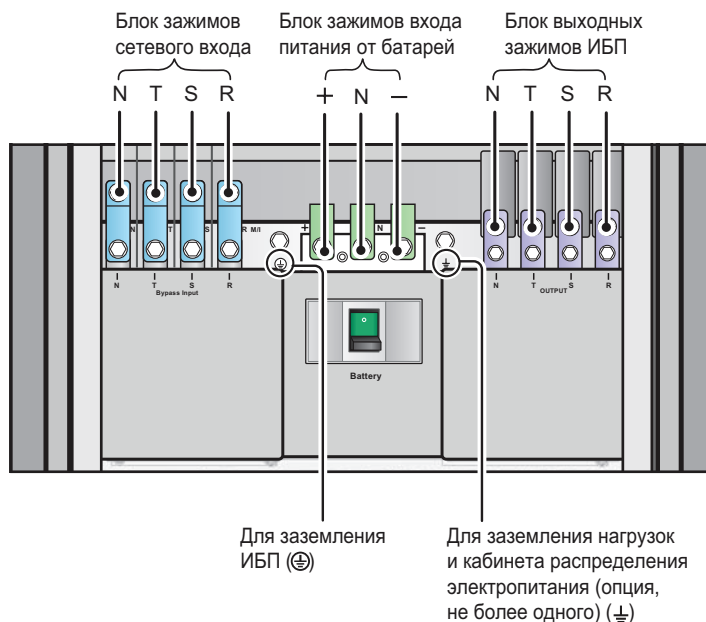
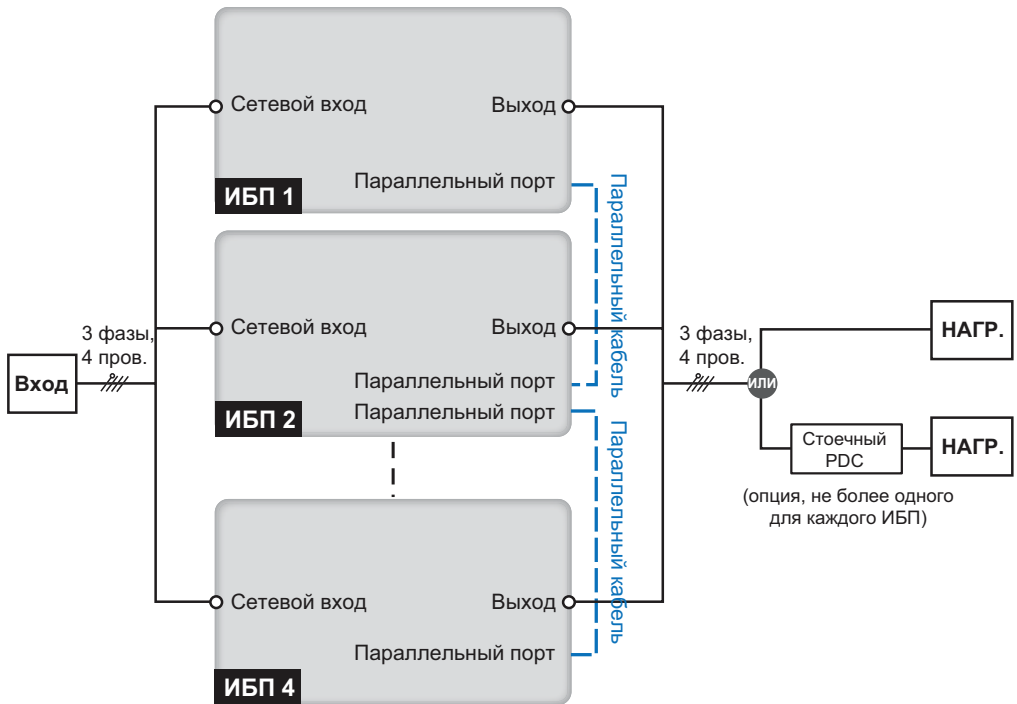

Рис. 5-7. Схема подключения в конфигурации с одним входом (одиночный ИБП)
Рис. 5-9. Схема подключения в конфигурации с одним входом (система с параллельными ИБП)
- Подключите к блоку зажимов электросеть переменного тока (к сетевому входу), нагрузку или кабинет распределения электропитания, внешний батарейный кабинет; заземлите ИБП. См. **Рис. 5-7**. Следуйте указаниям Руководства по эксплуатации PDC относительно монтажа, подключения, вентиляции и работы с этим устройством. В автономном режиме необходимо использовать либо внешний батарейный кабинет (не более четырёх), либо батарейный модуль (опция, не более четырёх). Одновременное использование батарейных кабинетов и батарейных модулей запрещается! Подключать ИБП одновременно к PDC и непосредственно к нагрузкам запрещается. Более подробная информация изложена в разделах **5.6 Внешний батарейный кабинет** и **5.7 Батарейный модуль**.
2. Подключите к блоку зажимов электросеть переменного тока (к сетевому входу), нагрузку или кабинет распределения электропитания, внешний батарейный кабинет; заземлите ИБП. См. **Рис. 5-7** и **Рис. 5-9**. Следуйте указаниям Руководства по эксплуатации PDC относительно монтажа, подключения, вентиляции и работы с этим устройством. В автономном режиме необходимо использовать либо внешний батарейный кабинет (не более четырёх), либо батарейный модуль (опция, не более четырёх). Одновременное использование батарейных кабинетов и батарейных модулей запрещается! Подключать ИБП одновременно к PDC и непосредственно к нагрузкам запрещается. Более подробная информация изложена в разделах **5.6 Внешний батарейный кабинет** и **5.7 Батарейный модуль**.